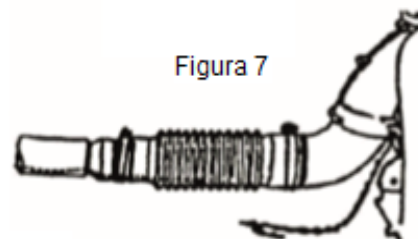

Figura 7
f) **Para instalación anti-electrostática**, la pulverización o propagación de gránulos químicos pueden causar que se formen electrostática, a la cual se relaciona con determinados factores, como clase de productos químicos, la temperatura del aire, la humedad del ambiente etc. Con el fin de evitar electrostática utilice la cadena que viene incluida. Cuando el aire se vuelve muy seco la electrostática se incrementa notablemente, en particular cuando se usa el tubo largo para pulverización y cuando se esparcen gránulos lo que provocará con frecuencia que se forme electrostática. Por favor siga cuidadosamente las siguientes indicaciones. Arme el producto como se muestra en la figura 7. Un extremo de la cadena de seguridad se inserta en el tubo de chorro, se le deja que vibre libremente y que toque el suelo. Conecte el otro extremo el alambre conductor y la cadena de seguridad al tubo curvado con un tornillo.